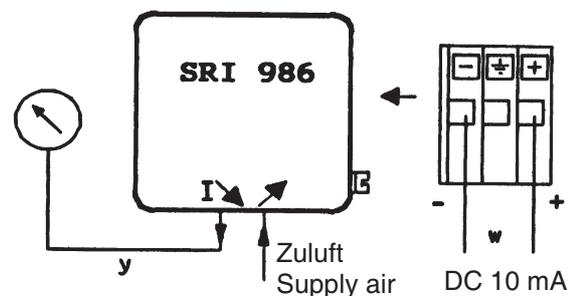

Abb. 24: Prüfschaltung für einfach-wirkenden Stellungsregler
- Stellungsregler laut Prüfschaltung Abb. 24 anschließen. Zuluft 1,4 bar vorgeben.